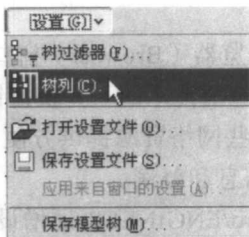
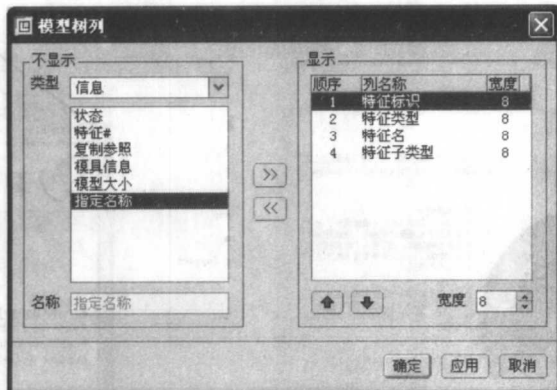

图 1-1 【设置】菜单
图 1-2 “模型树列”对话框
(1) 选择“模型树”中的【设置】→【树列】命令,如图 1-1 所示,系统弹出如图 1-2 所示“模型树列”对话框。
类型, 单击 **>>** 按钮, 可将其移入“显示”栏; 当不需要显示其信息时, 可以在“显示”栏中选中该信息, 单击 **<<** 按钮取消其显示, 如图 1-2 所示。